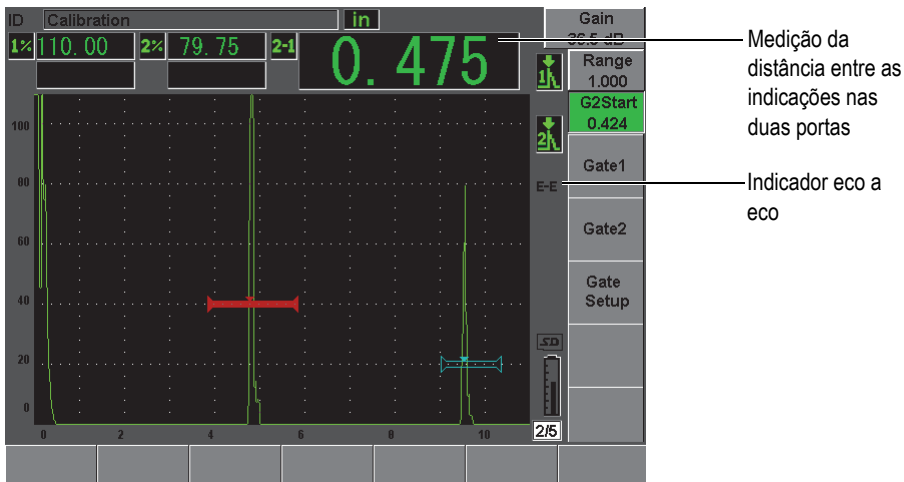

Figura 8-6 Exemplo de medição eco a eco
2. Como mostrado no exemplo da Figura 8-6 na página 140, a posição da porta 1 sobre o primeiro eco detectado e, em seguida, a posição da porta 2 sobre o segundo eco detectado.